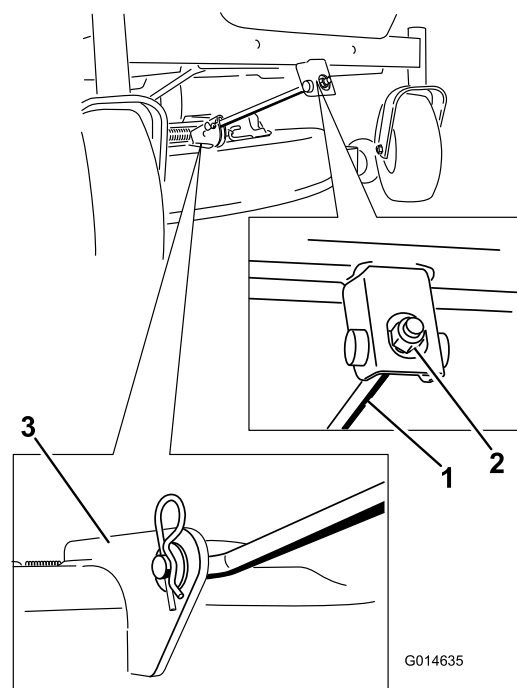

Figure 55
4. Retirez la goupille fendue de la tige de support avant et déposez la tige du support de tablier (**Figure 55**).
- Fixez la tige de support avant au tablier de coupe à l'aide de l'axe de chape et de la goupille fendue (Figure 55).